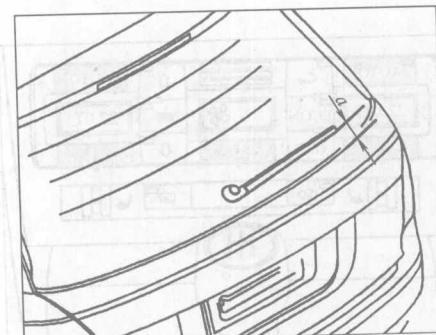

图 1-4 后车窗玻璃刮水片的静止位置检查
(1) 使刮水器电动机停在终点位置。
(2) 把刮水片安装在后车窗上的指定位置，并按如下进行校准，如图 1-4 所示。